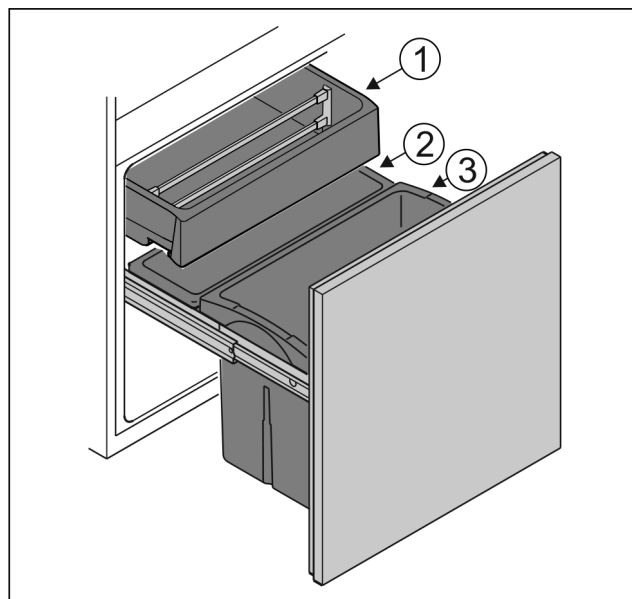

Fig. 98
- Contenitore Fig. 98 (1): Conservare la verdura non confezionata e la frutta esotica.
- Contenitore Fig. 98 (2): Conservare la frutta e la verdura di piccole dimensioni non confezionate.
- Contenitore Fig. 98 (3): Conservare le bottiglie singole.